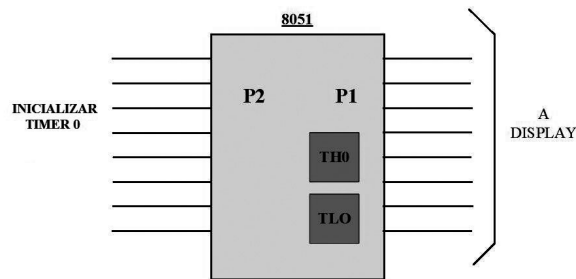

Figura 11.1: Temporizador
- \* Cargar valor inicial en registros (Figura 11.1).